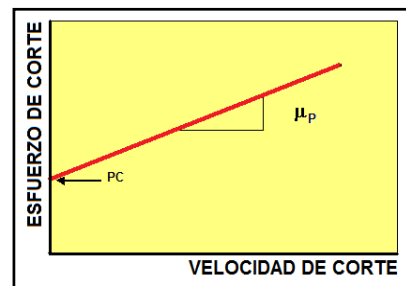

Figura A-7. Comportamiento del fluido plástico de Bingham.
**Fluidos plásticos de Bingham.** Estos fluidos, para iniciar su movimiento requieren vencer un esfuerzo inicial finito o punto de cedencia y al graficar en escala lineal exhibiendo una relación lineal entre el esfuerzo de corte y la velocidad de corte, figura A-7.